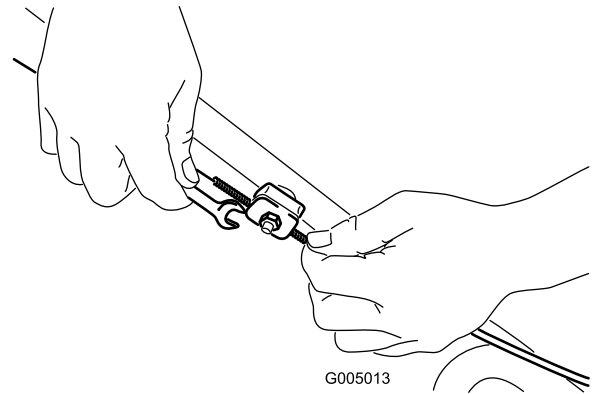

Bild 22
1. Lösen Sie die Kabelstützenmutter (Bild 22).